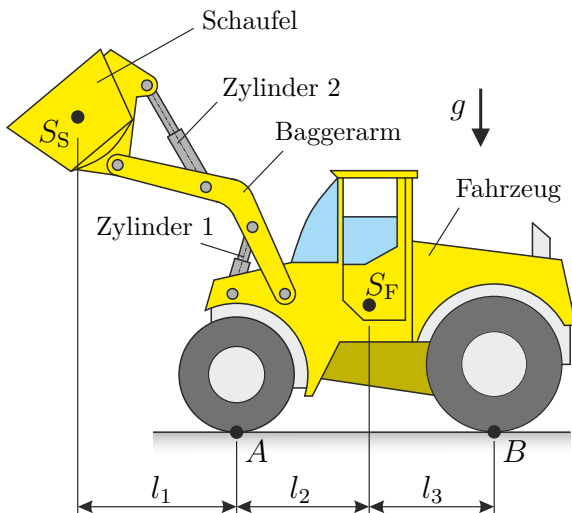

Abbildung 1: Radbagger
1. Gegeben ist der Radbagger aus Abbildung 1. Dieser besteht aus dem eigentlichen Fahrzeug mit der Masse m_F und dem Schwerpunkt S_F , dem Baggerarm mit den Hydraulikzylindern 1 und 2, sowie der Baggerschaufel mit der Masse m_S und dem Schwerpunkt S_S . Der Baggerarm und die Hydraulikzylinder werden im Weiteren als masselos angesehen. Gehen Sie außerdem davon aus, dass die Hydraulikzylinder nur Zug- und Druckkräfte aufnehmen können.
- a) Berechnen Sie die maximal erlaubte Schaufelmasse m_S um ein Kippen des Radladers zu verhindern. Schneiden Sie dazu das Gesamtsystem aus Abbildung 1 vom Boden frei und fertigen Sie eine Schnittskizze an. Schreiben Sie die entsprechenden Gleichgewichtsbedingungen explizit an.